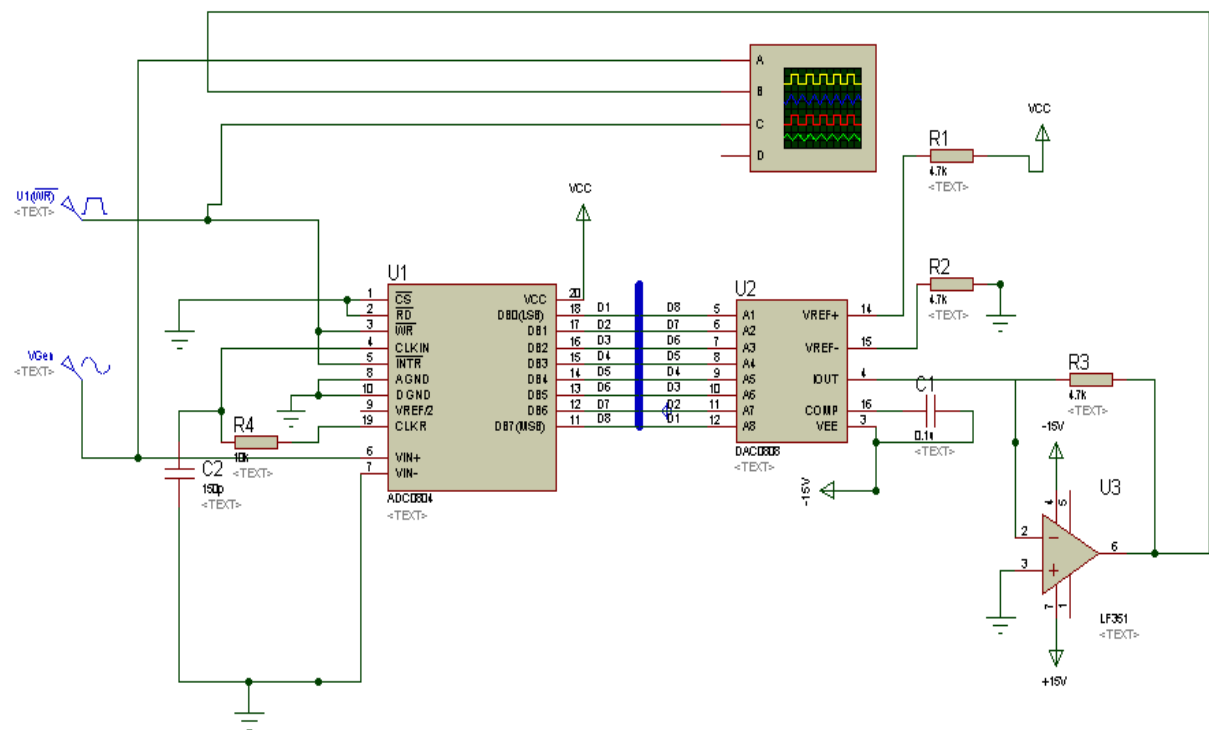

Figura 3. Digitalización de una señal analógica
1. En el circuito de la figura 3 antes de acoplarlos quite los leds de ambos convertidores y el Dip Switch del DAC0808.